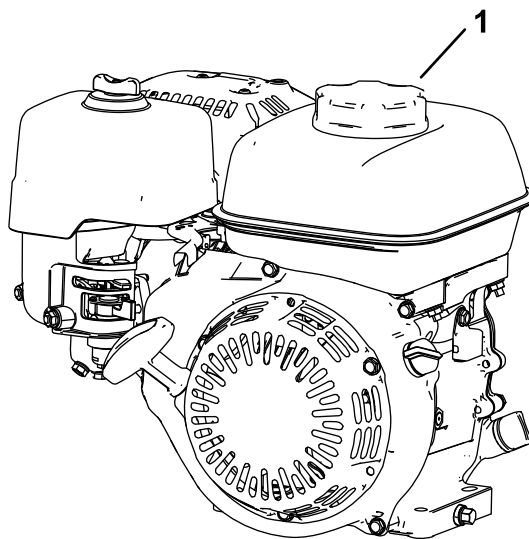

Figure 17
1. Nettoyez la surface autour du bouchon du réservoir de carburant et enlevez le bouchon (Figure 17). Remplissez le réservoir de carburant jusqu'à la base de l'ouverture du goulot ; voir le *manuel du propriétaire* du moteur.